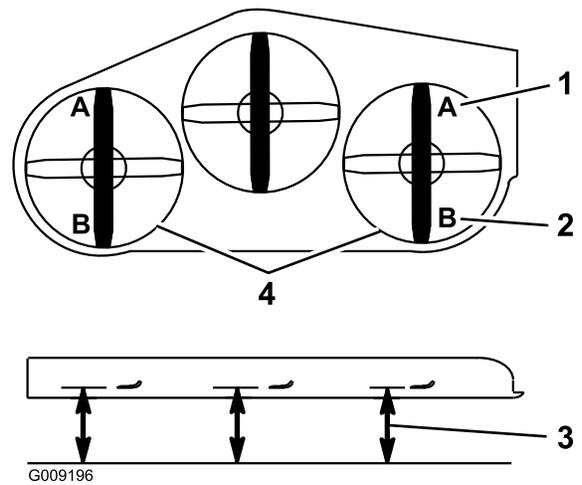

**Figura 87**
5. Premete completamente in avanti il pedale di sollevamento del piatto di taglio e quest'ultimo si bloccherà in posizione di trasporto a 14 cm (Figura 87).